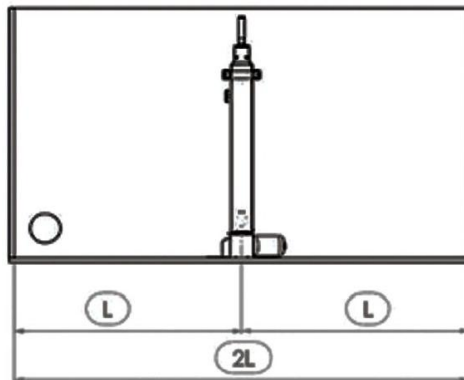

fig. 1
62. Plaats de kolom in het midden van de kast (fig.1).